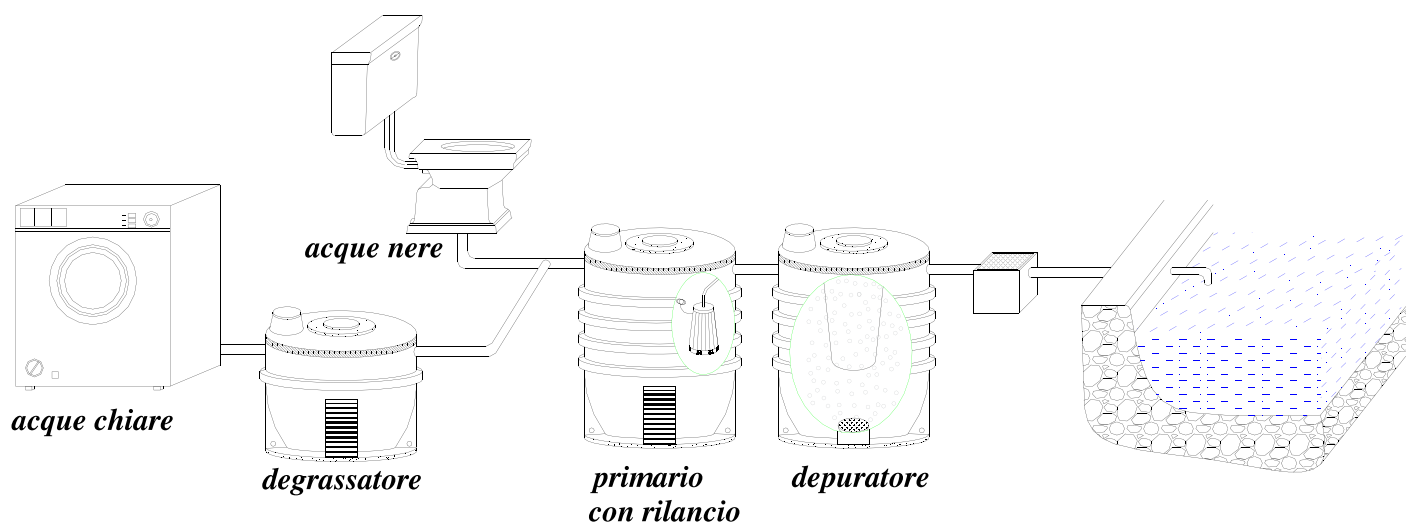

Fig.1 – Esempio tipico d'installazione
- Installare la/e fossa/e come indicato dallo schema d'installazione allegato (Fig.1) seguendo Le modalità di interro scaricabili anche alla pagina <https://www.zeta-plast.com/download/modalita-di-interro>